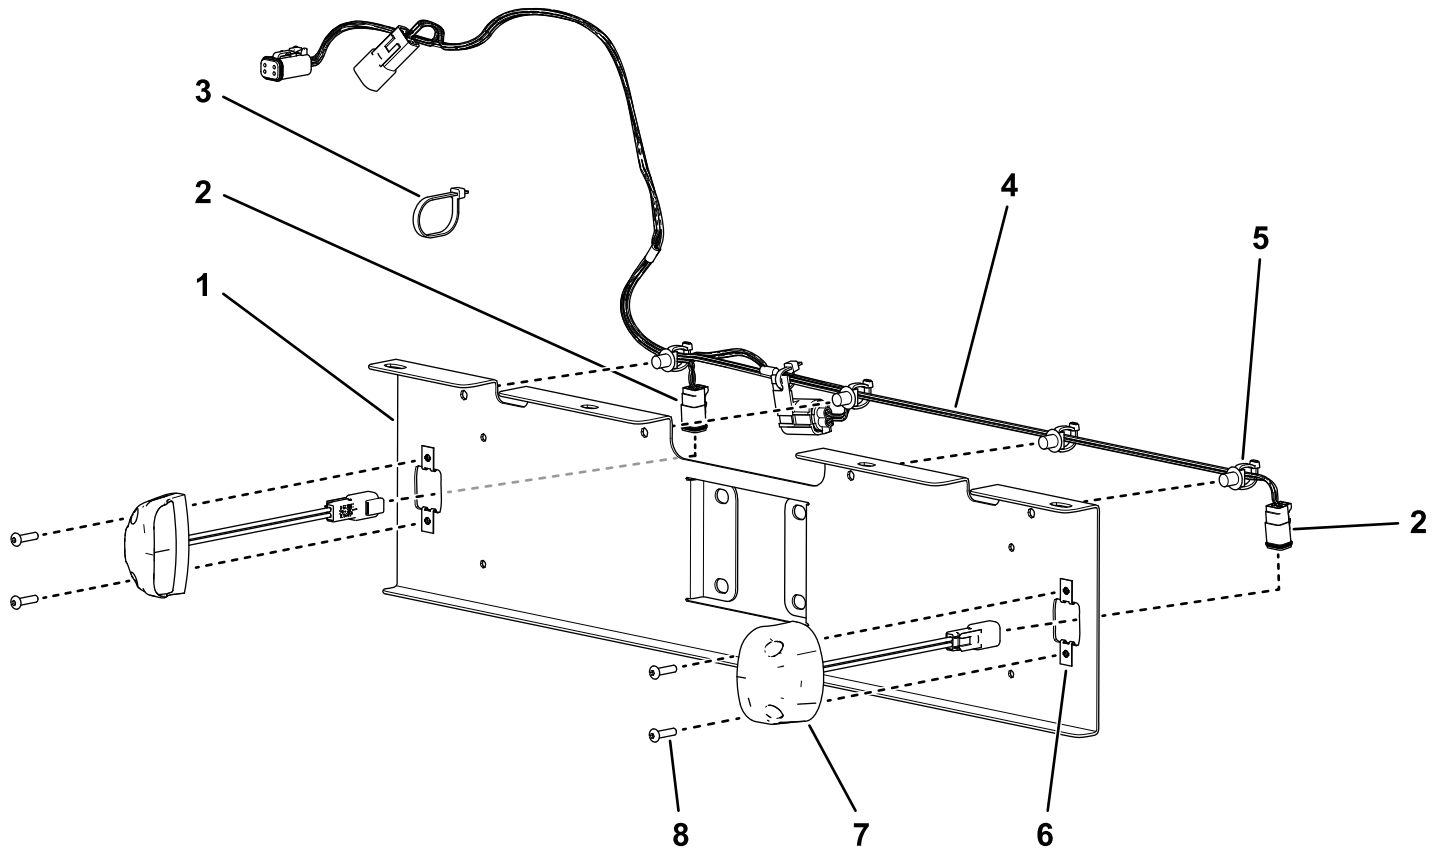

図 1
1. ナンバープレート用ワイヤハーネスを、ナンバープレート用ブラケットの上辺に沿って配設する。大きいコネクタ 2 個とヒューズは左側に配置する 図 1。
2. ワイヤハーネスを、ナンバープレートブラケットに固定するハーネスについている押し込みファスナー 4 本をブラケットの穴に押し込んで固定する 図 1。
3. ハーネスについているコネクタをブラケットの左右どちらかの大きい穴に通し、それぞれのナンバープレートランプに接続する 図 1。
4. ブラケットにランプを固定する六角ボタンヘッドボルト #10 x 3/4" 4 本とクリップナット 4 個を使用して 図 1 のように取り付ける。